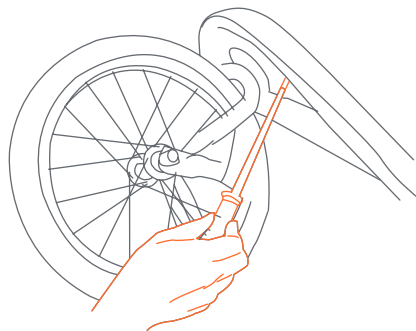

Fig. 5d
- Insérer les 4 vis à travers le dessous du cadre avant et dans les tubes en plastique du pare-chocs. Tourner les vis seulement jusqu'à bien serré (Fig. 5d).